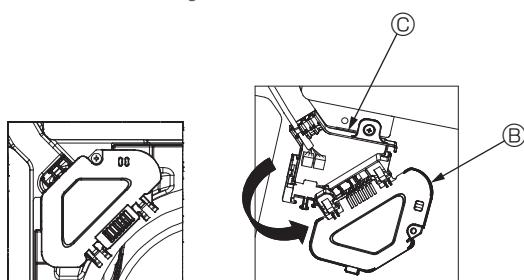

Fig. 7-5
- ③ Avlägsna en skruv som håller anslutningsdosans lock och öppna locket. (Fig. 7-5)
- ④ Placera kontakten för anslutningskabeln i anslutningsdosan.
- ⑤ Montera kabelskyddet och anslutningsdosans lock.